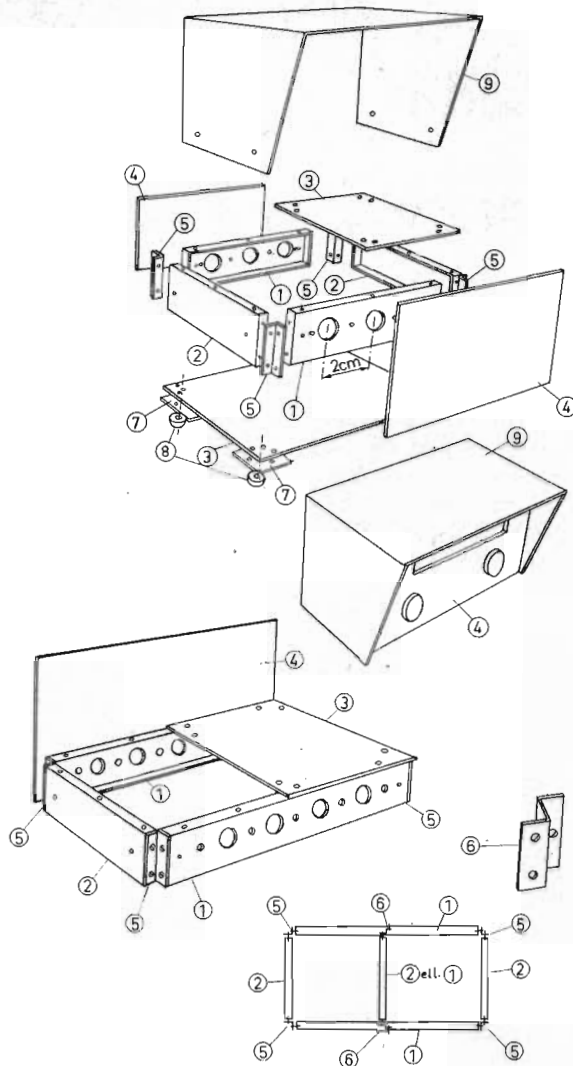

Fig 1
Chassienheterna är uppbyggda med modulen 4, dvs. alla huvudmått är jämnt delbara med 4 cm. Ett komplett chassi består av följande enheter, se fig. 1: Monterings- och bottenplatta (3), chassiramdelar (1) och (2), L-vinklar (5), Z-vinklar (6), frontpanel och bakstycke (4), U-kåpa (9) samt fotplatta (7) med gummifot (8). Samtliga ramdelar och monteringsplattor är försedda med monteringshål för 3 mm plåtskruv. Ramdelarna sammanfogas med L-vinklarna; Z-vinklarna möjliggör insättandet av mellanväggar i ramarna. Frontpanel, bakstycke och U-kåpa kan monteras direkt mot ramarna.